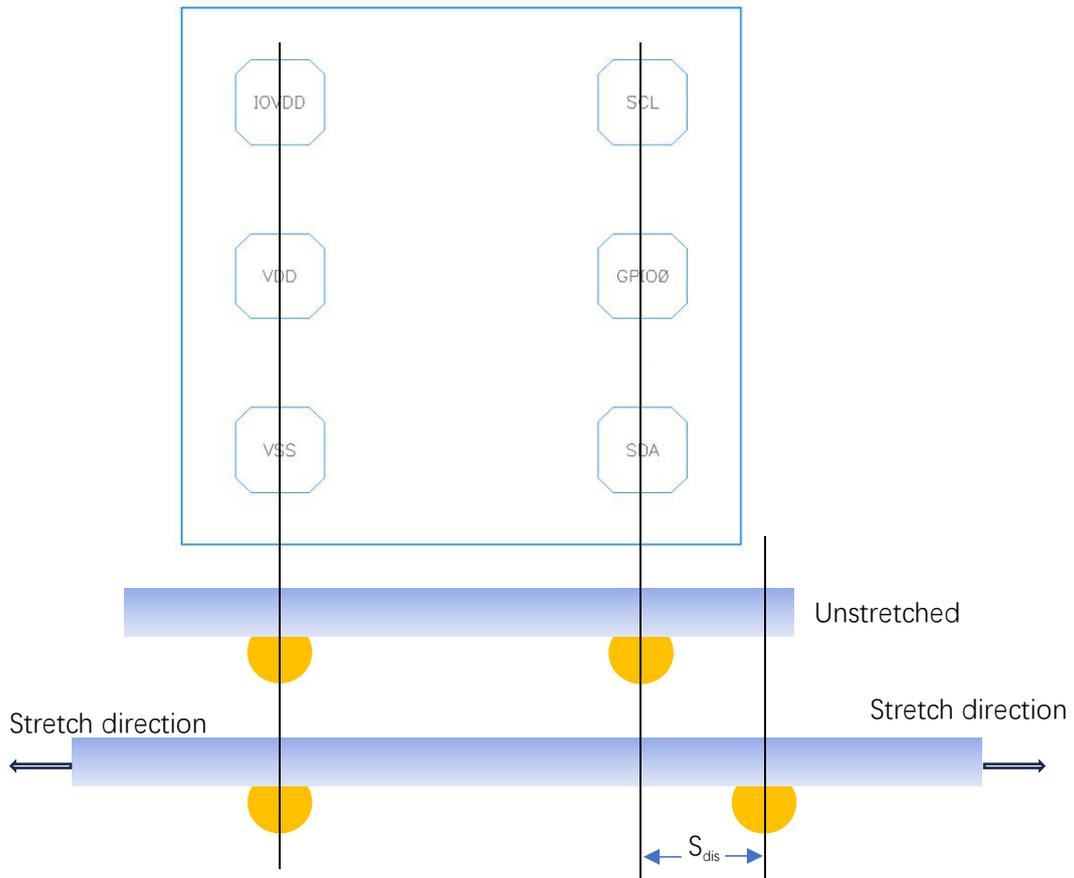

图 2 拉伸距离示意图
(1) 典型值为 MEMS 传感器仿真值。
(2) 拉伸距离 S_{dis} 指的是芯片均匀拉伸时两排 Pad 之间的拉伸距离，见图 2 所示。